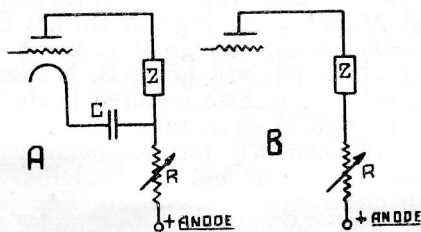

Fig. 1 A.
1. Zoowel door het veranderen van plaatgloe- en roosterspanning is het genereeren te onderdrukken. In sommige gevallen kan verminderen van de gloeispanning het genereeren bevorderen, in andere tegenwerken. Het verdient daarom aanbeveling van dit middel geen of weinig gebruik te maken. Daarentegen is het doelmatig de plaatspanning veranderlijk te maken, door het inschakelen van een weerstand R in de gelijkstroomplaatkring (zie Fig. 1 A). Z is de